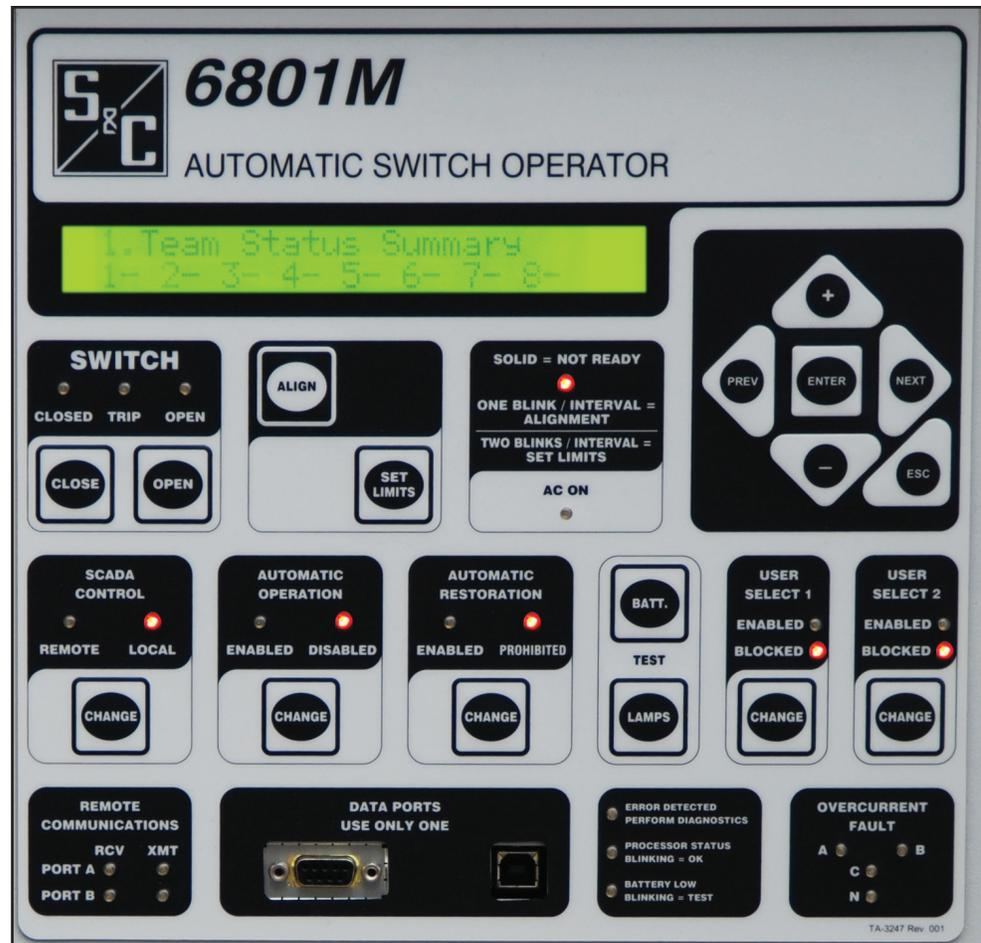

Figura 2. Tablero del Operador de Interruptores 6801M (mostrado del 6801M con la opción de Software del IntelliTeam SG).
- PASO 5.** Pruebe las funciones del tablero. En este punto, usted puede probar la mayoría de los LEDs y botones del tablero. Vea la Figura 2. Reinstale el fusible de la línea ca, y después encienda el interruptor de circuito de 24 volts. Para probar los LEDs y los interruptores: